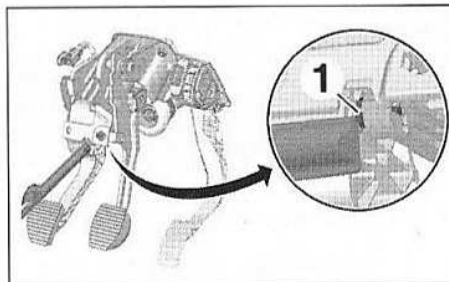

FIG.14
- Dégager l'agrafe de verrouillage (1) du pédalier à l'aide d'une palette plastique (Fig.14).